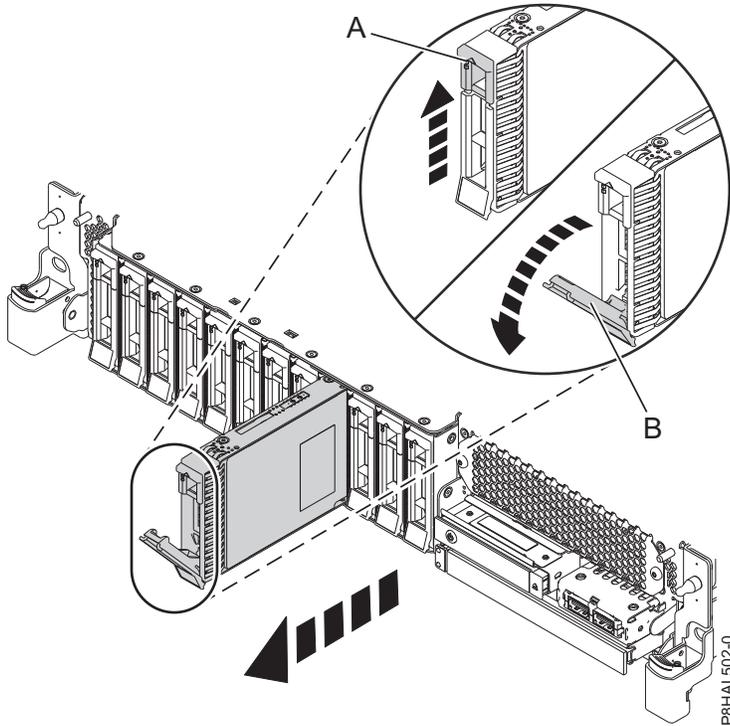
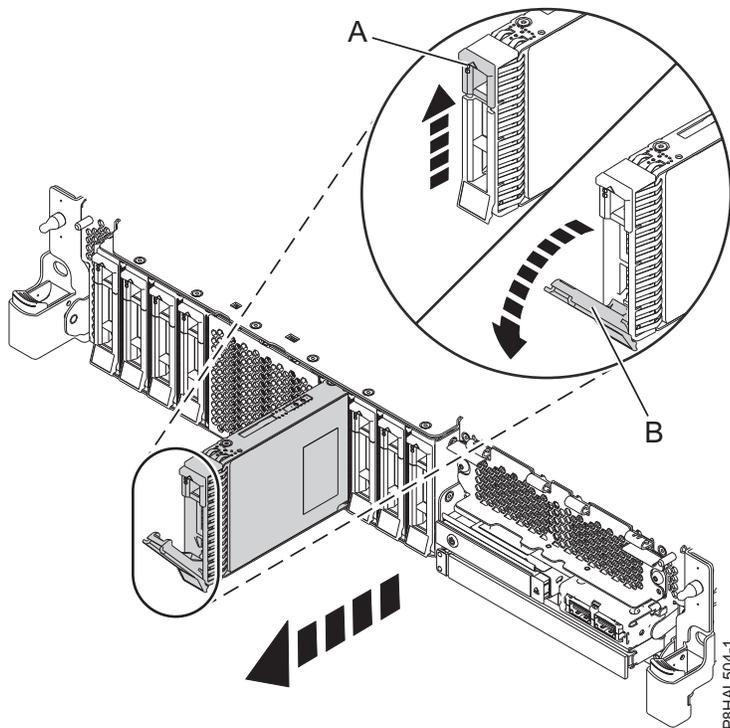

Abbildung 40. Plattenlaufwerk in einem System mit Basisfunktionen ausbauen
Abbildung 41. Plattenlaufwerk in einem System mit erweiterten Funktionen ausbauen
3. Entriegeln Sie den Griff (**B**) des Laufwerks, indem Sie die Verriegelung (**A**) zusammendrücken und zu sich hin nach außen ziehen. Siehe Abb. 40 auf Seite 46 und Abb. 41 auf Seite 46. Wird der Griff nicht ganz nach außen gezogen, lässt sich das Solid-State-Laufwerk nicht aus dem System schieben.